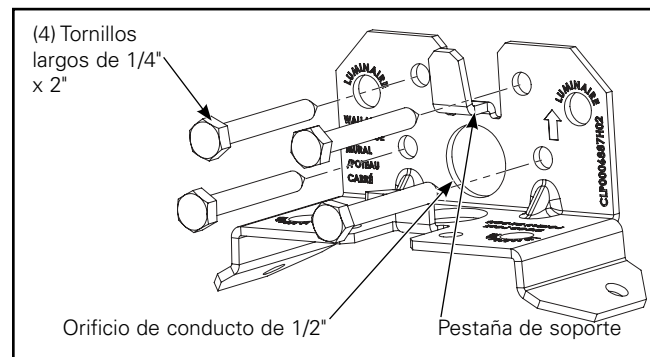

Figura 2.
- **Montaje en pared o poste cuadrado:** Coloque el soporte (montaje en pared o poste cuadrado) contra la superficie de montaje con la flecha del soporte hacia arriba (Figura 2).